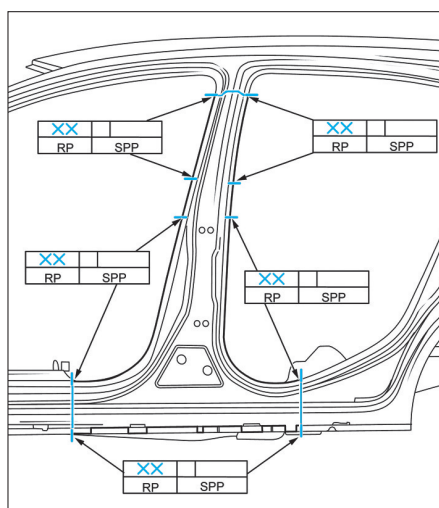
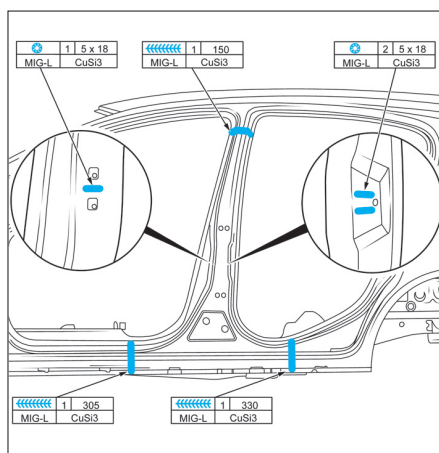
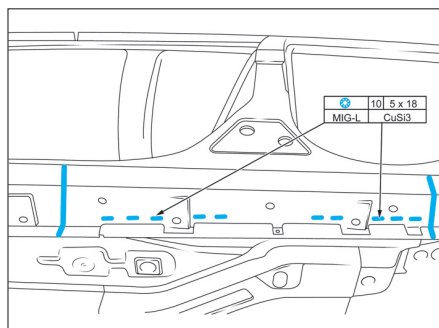

FIG. 37
FIG. 38
FIG. 39
• Souder le montant B (Fig.37), (Fig.38) et (Fig.39).